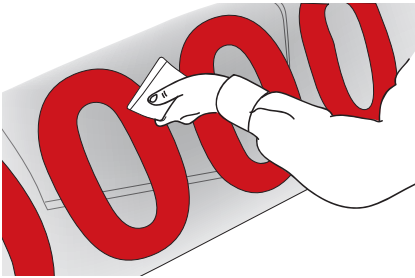

Abbildung 05
- › Beginnen Sie mit der Verklebung der Folie ausschließlich auf ebenen Flächen, und zwar mit einer weichen Rakel (wie z. B. MARBLEU), die zuvor mit Filz überzogen wurde. (Abb. 05). Die Rakel bildet in etwa einen 45°-Winkel zur Oberfläche und die Verklebung erfolgt von der Mitte zum Rand des Motivs, wobei die Folienränder besonders kräftig zu bearbeiten sind.